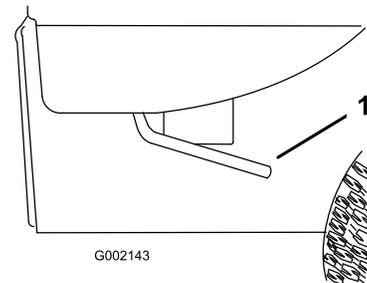

Figura 27
1. Levante la palanca situada en cada lado de la plataforma y eleve la plataforma (Figura 27).